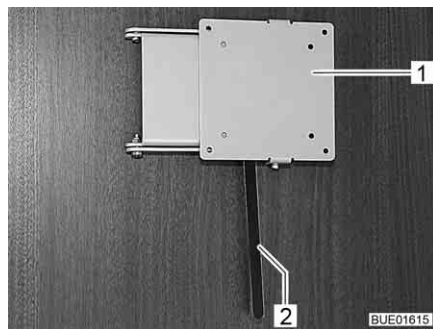

Bild 100 Fäste med låsspak
- Tryck låsspaken (Bild 100,2) åt sidan och sväng fästet (Bild 100,1) med den platta bildskärmen till önskat läge.
- Vrid tillbaka den platta bildskärmen tills fästet (Bild 100,1) hakar fast i låset.